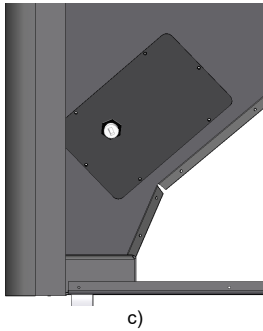

Figure 38 – Placement du capteur de niveau de granulés dans le silo (installation du silo du côté gauche de la chaudière)
- Vous pouvez finalement effectuer le montage des deux pièces dans la partie inférieure du silo. Placez la pièce avec le capteur du côté droit du silo et la pièce sans le capteur du côté gauche. Le capteur doit être placé comme indiqué sur la Figure 38-c.